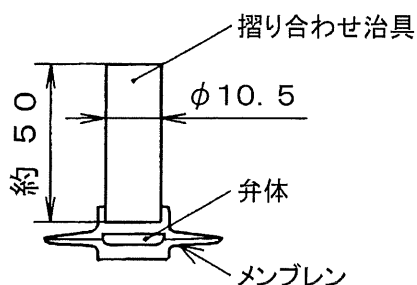

図6 弁体摺り合わせ治具
- (2) 弁体に損傷がないか点検し、必要なら摺り合わせをするか、又は新品と交換します。軟鋼材などで図6のような摺り合わせ治具を準備しておきますと弁体の摺り合わせができます。